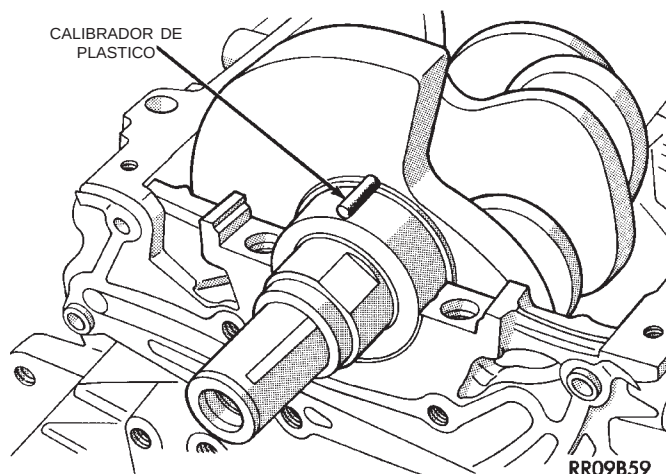

Fig. 15 Medición de la luz de lubricación con galga descartable
(1) Retire el aceite del gorrón y del casco del cojinete.
(2) Instale el cigüeñal.
(3) Corte la galga descartable de la misma longitud y ancho del cojinete y emplácela en paralelo al eje del gorrón (Fig. 15).
(4) Instale con cuidado la tapa del cojinete principal y apriete los pernos con la torsión especificada.